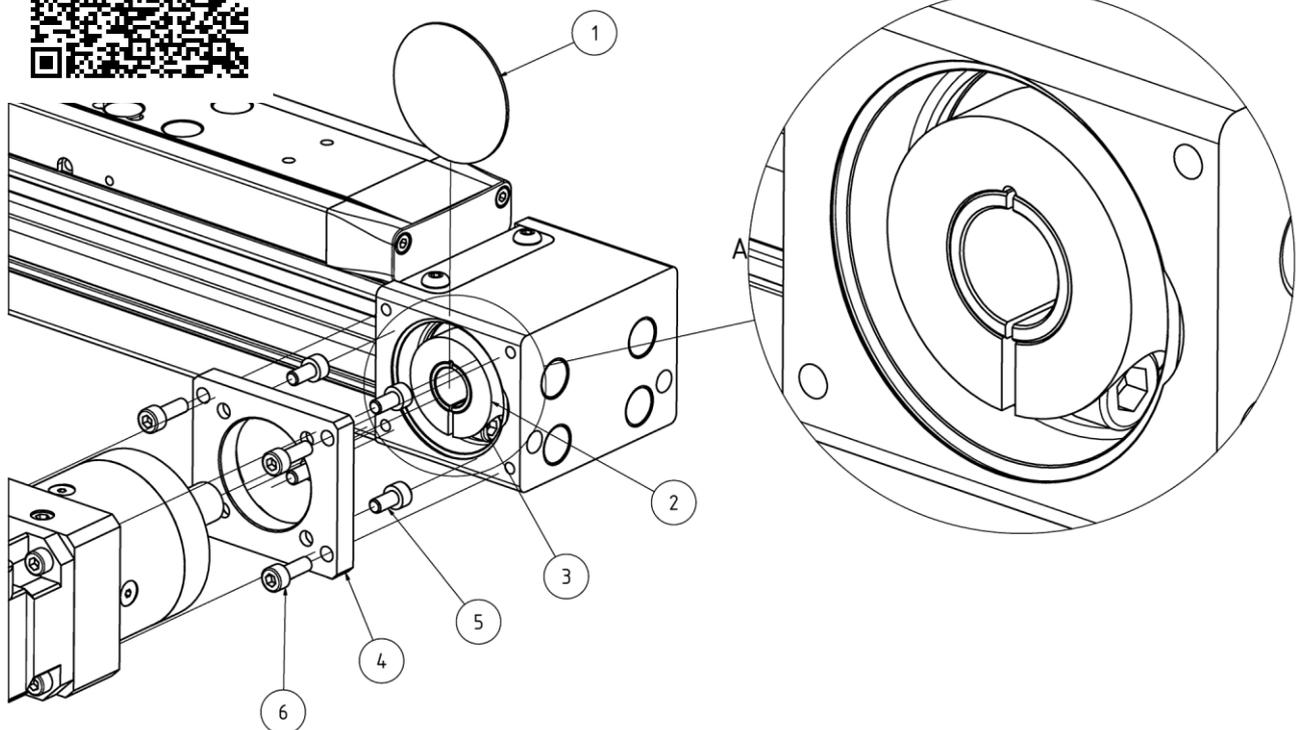

Abbildung 5: Montage Antrieb
Klemmring muss an Zahnscheiben-Schulter anstehen. Schlitz im Klemmring muss mit dem Schlitz der Zahnscheibe fluchten. Siehe (siehe Abbildung 5: Montage Antrieb Detailansicht A.)
- ◆ Klemmring (siehe Abbildung 4: Montageablauf der Verbindungswelle, Pos. 2) und Zahnscheibe justieren. Läufer von Hand verschieben, sodass die Klemmschraube (siehe Abbildung 4: Montageablauf der Verbindungswelle, Pos. 3) durch die stirnseitige Montagebohrung der Umlenkstation zugänglich ist. Bei der Baugröße HLR070 den entsprechenden Stopfen aus der Umlenkstation entfernen damit die Klemmschraube (siehe Abbildung 5: Montage Antrieb Pos. 3) mit dem Werkzeug erreichbar ist.
- ◆ Abdeckkappe (siehe Abbildung 5: Montage Antrieb, Pos. 1) an der gewünschten Seite einer der zwei Umlenkstationen entfernen.
- ◆ Klemmring (siehe Abbildung 5: Montage Antrieb, Pos. 2) inkl. Klemmschraube (siehe Abbildung 5: Montage Antrieb Pos. 3) auf die Zahnscheibe aufschieben. Klemmbereich zwischen der Zahnscheibe und Klemmring müssen öl- und fettfrei sein.
Klemmring muss an Zahnscheiben-Schulter anstehen. Schlitz im Klemmring muss mit dem Schlitz der Zahnscheibe fluchten (siehe Abbildung 5: Montage Antrieb Detailansicht A).
- ◆ Klemmring (siehe Abbildung 5: Montage Antrieb, Pos. 2) und Zahnscheibe justieren. Läufer von Hand verschieben, sodass die Klemmschraube (siehe Abbildung 5: Montage Antrieb, Pos. 3) durch die stirnseitige Montagebohrung der Umlenkstation zugänglich ist.
Bei der Baugröße HLR070 den entsprechenden Stopfen aus der Umlenkstation entfernen damit die Klemmschraube (siehe Abbildung 5: Montage Antrieb Pos. 3) mit dem Werkzeug erreichbar ist.
- ◆ HLR Getriebeflansch (siehe Abbildung 5: Montage Antrieb, Pos. 4) mit den Getriebschrauben (siehe Abbildung 5: Montage Antrieb, Pos. 5) an die Getriebe-Abgangsseite montieren. Schrauben siehe Tabelle 5: Anzugsmomente und Schrauben für Antriebsmontage.
- ◆ Schrauben (siehe Abbildung 5: Montage Antrieb, Pos. 6) einschrauben und leicht am Getriebeflansch anlegen (nicht festziehen).
Anzugsmoment Klemmring (siehe Abbildung 5: Montage Antrieb, Pos. 3)
Anzugsmoment Getriebschrauben (siehe Abbildung 5: Montage Antrieb, Pos. 5)
Anzugsmoment Antriebsflansch (siehe Abbildung 5: Montage Antrieb, Pos. 6)